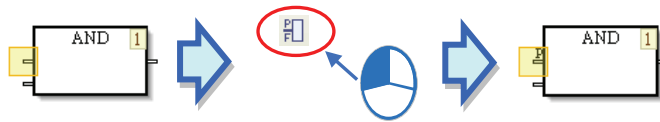

图 12-20 正/负缘
(3) 若需要对接脚的状态进行正缘触发或负缘触发的设计时，选取逻辑闸、功能块、指令等等对象的接脚，再按下图示工具栏或是右键快捷选单的「正/负缘」按钮，便可将此接脚进行正缘或负缘触发的设定。如图 12-20。若在同一接脚多次按下此按钮，则会将此接脚依序在正缘、负缘、取消设定之间变换。